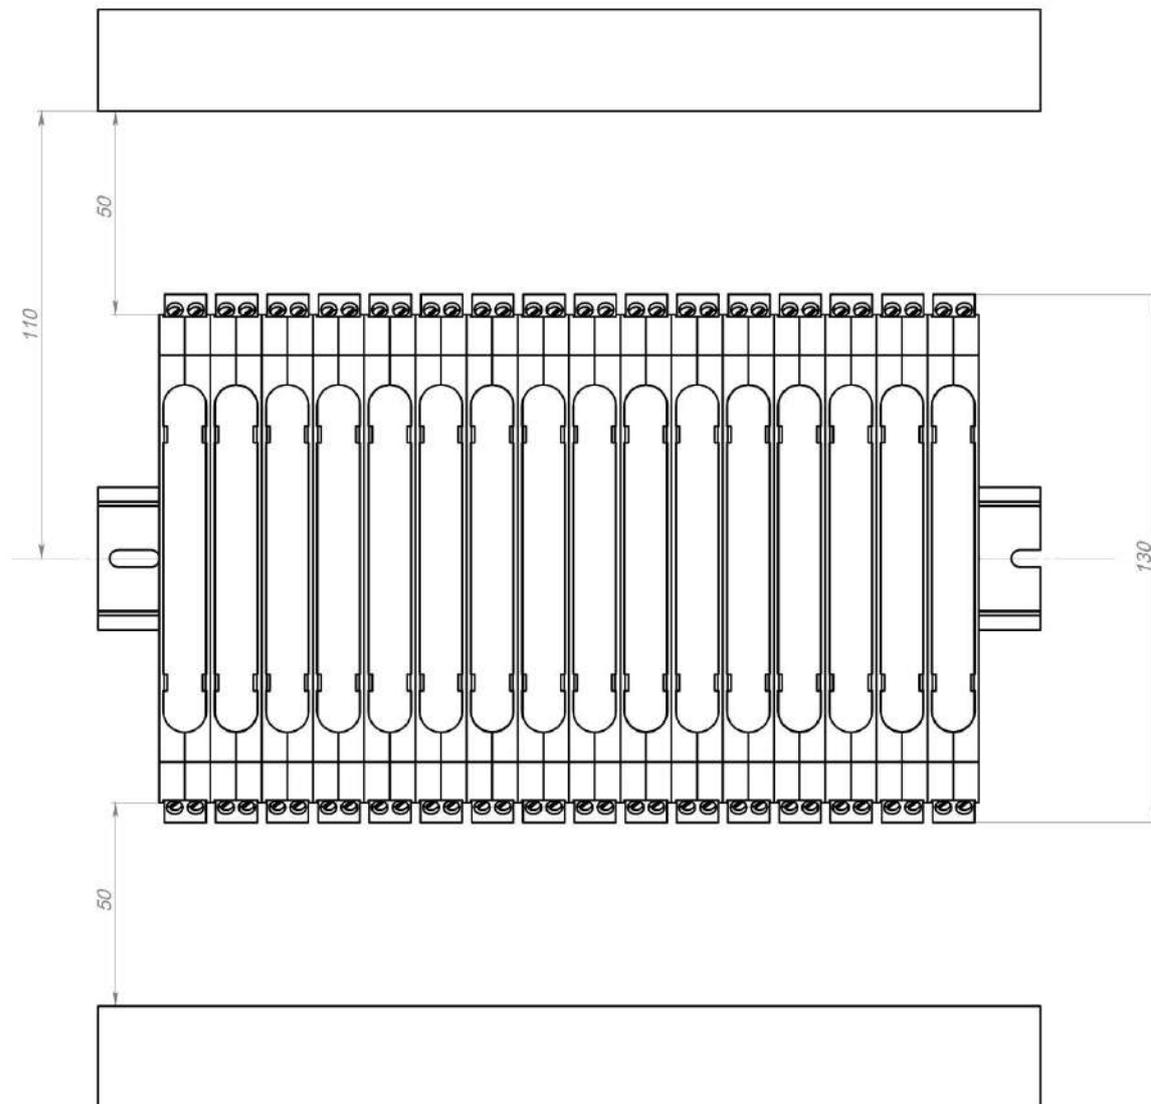
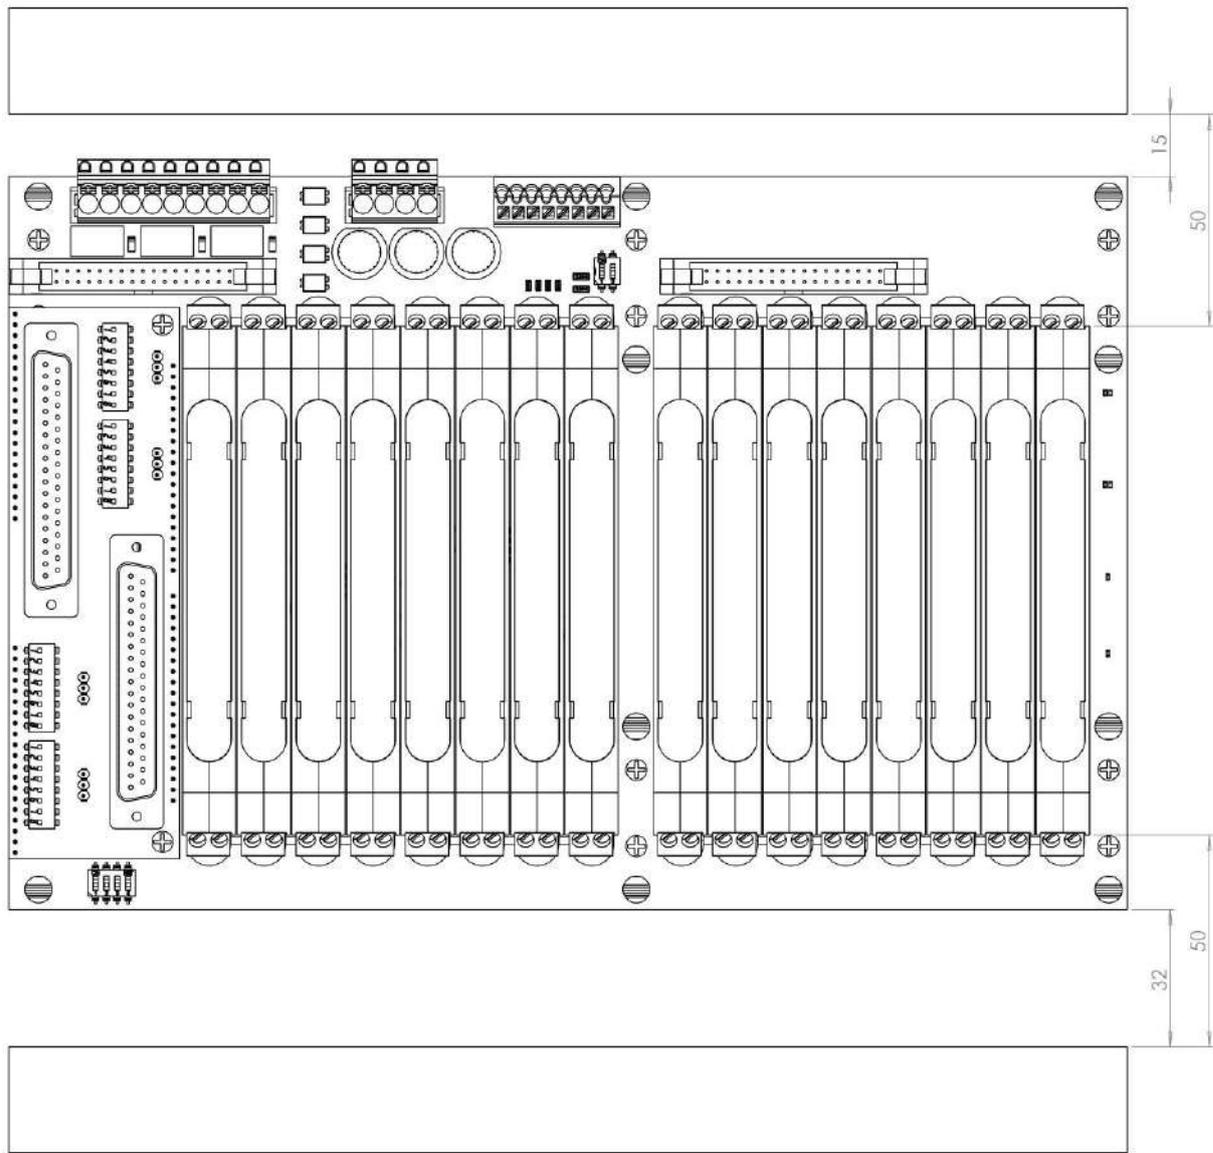

Рисунок 7 – Установка повторителей на DIN-рейку
Рисунок 8 – Установка повторителей на объединительный модуль ЛПА-300
- 11.1 Повторители ЛПА-310 должны устанавливаться **строго** на горизонтальную DIN-рейку (см. рис. 7) или на горизонтально расположенный объединительный модуль ЛПА-300 (см. рис. 8) для улучшения отвода тепла от корпуса.